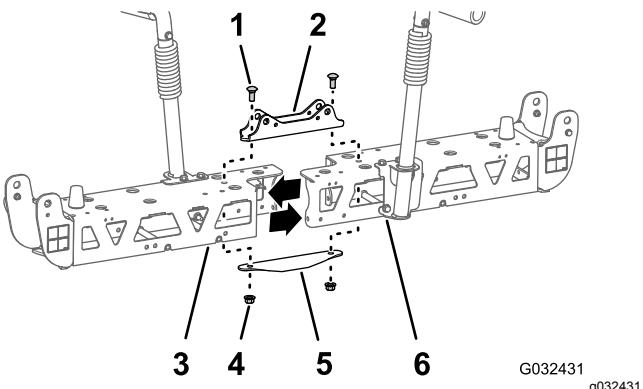

Bild 53
2. Entfernen Sie die zwei Schlossschrauben (1/2" x 1-1/4") und die zwei Sicherungsmuttern (1/2"), mit denen die schmale Zylinderbefestigung, die linken und rechten Trägerrahmen und die schmale Verbindungsplatte befestigt sind (Bild 53).